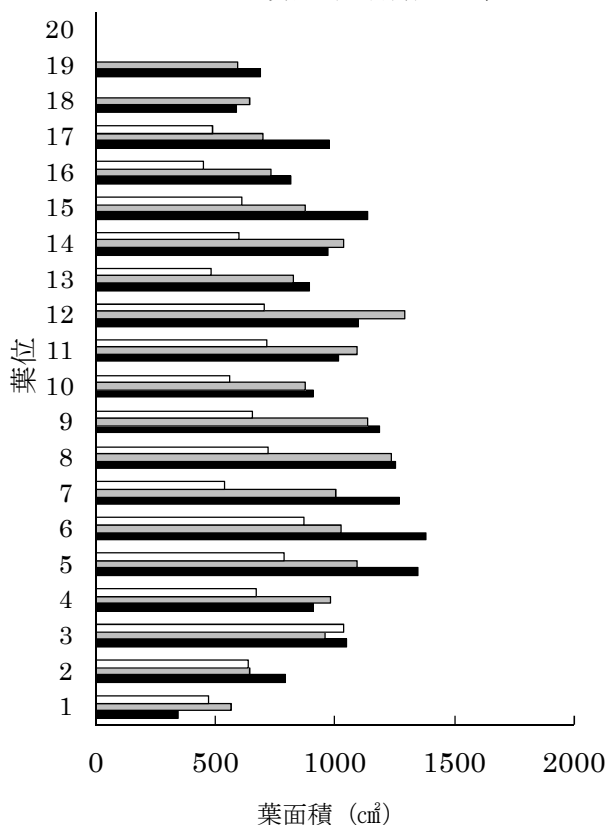

図4 摘心時の葉位別葉面積 (11月播種)
- 4 量管理法による施肥により、累積硝酸態窒素量が同程度の EC 制御に比べ、葉面積は小さくなり、過繁茂が抑えられた群落構造となる（表2および図4）。